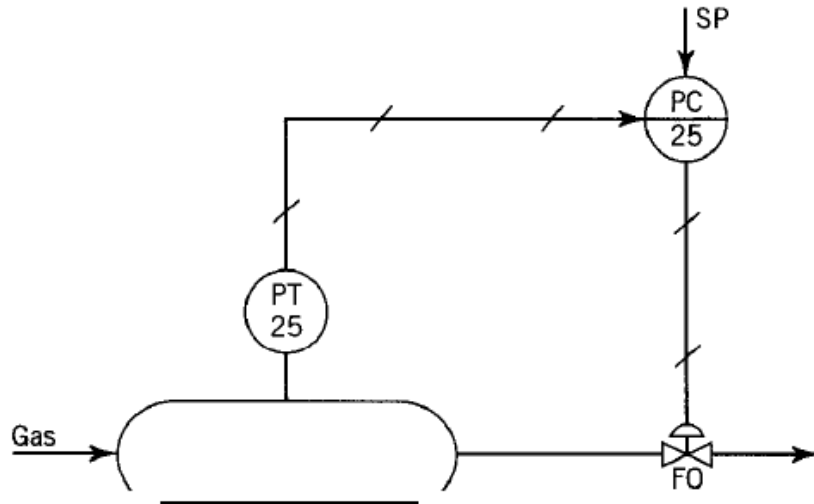

Figura 5: Sistema de controle de pressão.
6. Considere o sistema de controle de pressão mostrado na Figura 5. O transmissor de pressão, PT25, tem uma faixa de 0 a 100 psig. O controlador, PC25, é proporcional e sua referência (set point) é 10 psig. Obtenha a correta ação do controlador (ação